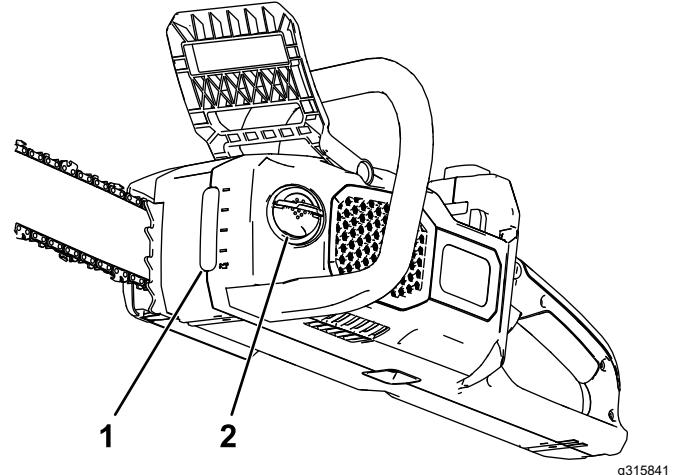

Figura 24
2. Observe el nivel de aceite en la mirilla. Si el aceite no llena la mirilla, añada la cantidad necesaria de aceite para cadenas (Figura 24).
4. Limpie la zona alrededor del tapón de aceite (Figura 24).
5. Abra la tapa del tapón de aceite, retire el tapón y vierta aceite para cadenas en la motosierra hasta que el aceite llene el depósito (Figura 24).